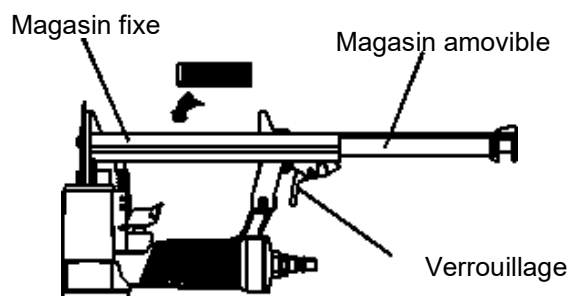

Fig. 2
1. Vérifiez si l'outil doit être lubrifié. Si nécessaire, versez deux gouttes d'huile dans le raccordement d'air comprimé, selon la Fig. 2. Si vous utilisez une unité de lubrification, vérifiez si le plein d'huile doit être fait.